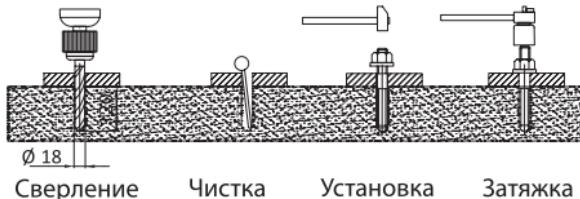

Рисунок 5. Установка анкерных болтов
8. Буром по бетону диаметром 3/4» просверлите через крепёжные отверстие в опорной плите одной стойки отверстия в бетоне под анкерные болты (минимальная глубина 120 мм) и установите анкерные болты (рис. 5).